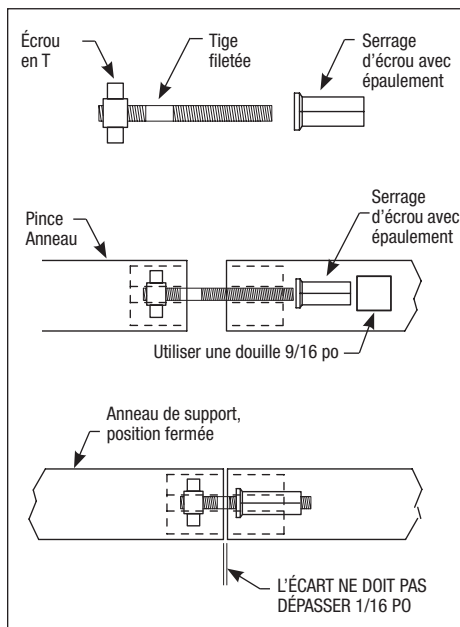

Figure 7. Ensemble d'anneau de support
- Utiliser une douille de 9/16 po sur l'écrou de serrage jusqu'à ce que les moitiés de l'anneau de serrage se touchent ou soient à moins de 1/16 po, voir Fig. 7, *mais ne pas trop serrer, car le serre-joint peut se briser.* S'il est impossible de serrer comme indiqué, ne pas utiliser le filtre et appeler immédiatement un technicien de service.